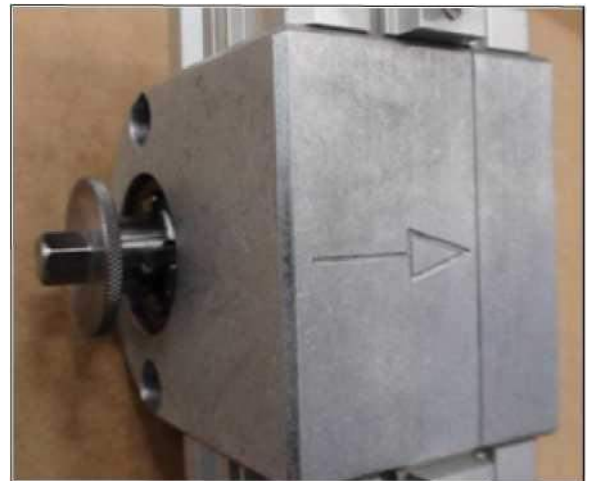

Abbildung 3-39. Ort des Richtungspfeils der Vorschubbox
2. Drehen Sie die Vorschubbox, bis der Pfeil in die gewünschte Vorschubrichtung weist (siehe Abbildung 3-39).